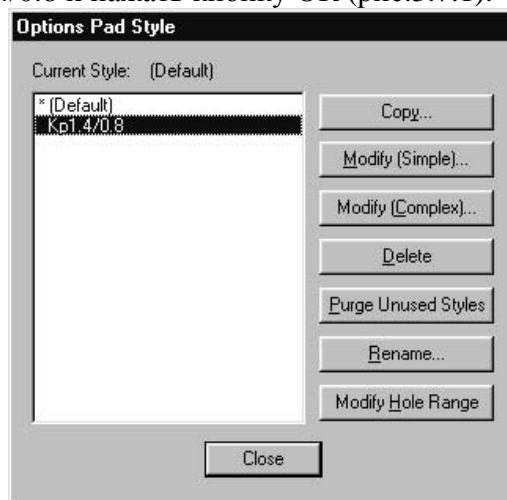

Рис.3.7.1
- Выполнить команды **Options/Pad Style**. В открывшемся диалоговом окне **Options Pad Style** в списке **Current Style** нет нужной КП. Для ее формирования нажать кнопку **Copy**. В открывшемся диалоговом окне **Copy Pad Style** в поле **Pad Name** набрать название КП Kp1.4/0.8 и нажать кнопку ОК (рис.3.7.1).